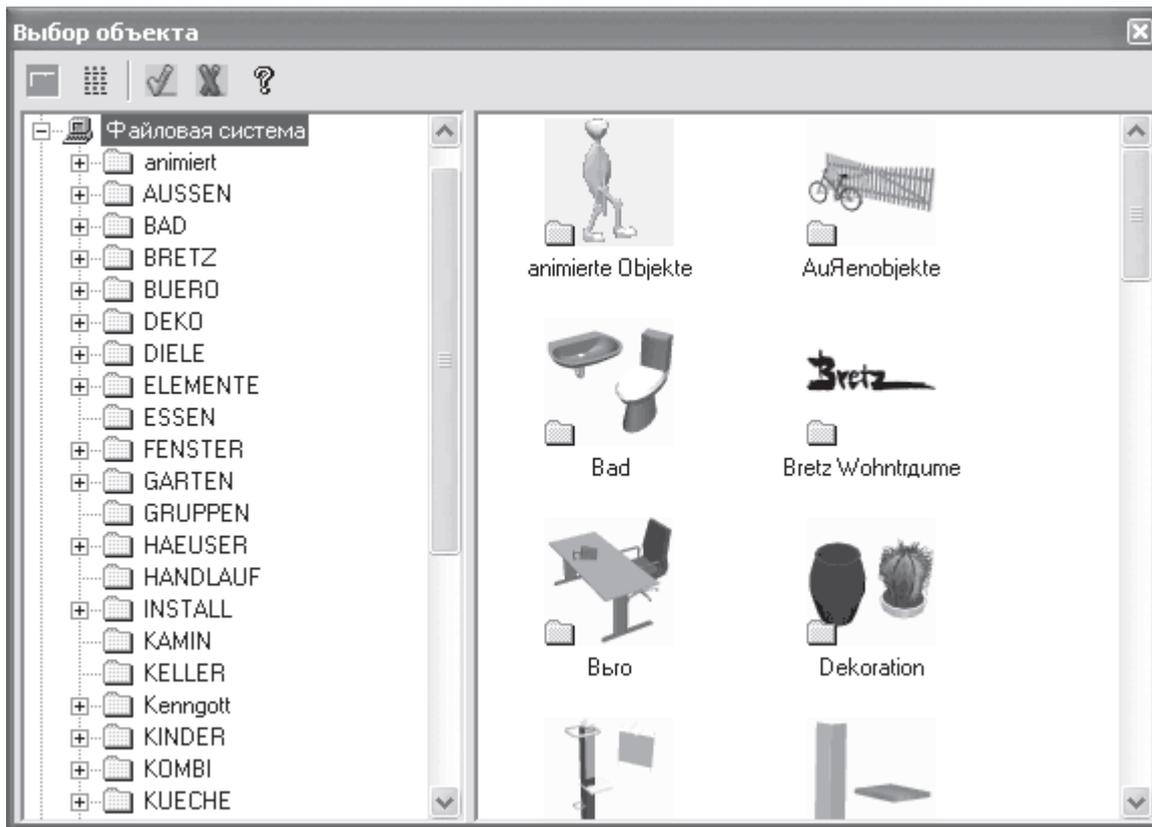

Рис. 1.39. Добавление объектов интерьера и экстерьера в режиме конструирования
– очень мощная команда, позволяющая вставлять различные объекты из каталога объектов ArCon в план в режиме конструирования. Все дело в том, что ранее добавление объектов интерьера и экстерьера было возможно лишь в режиме дизайна. Для вставки объекта просто вызовите команду и установите объект на плане, щелкнув в нужном месте кнопкой мыши. Для выбора объекта, который вы желаете вставить, щелкните *правой кнопкой* мыши на данной кнопке, в результате чего должно появиться окно Выбор объекта (рис. 1.39), из которого и выбирается необходимый объект.